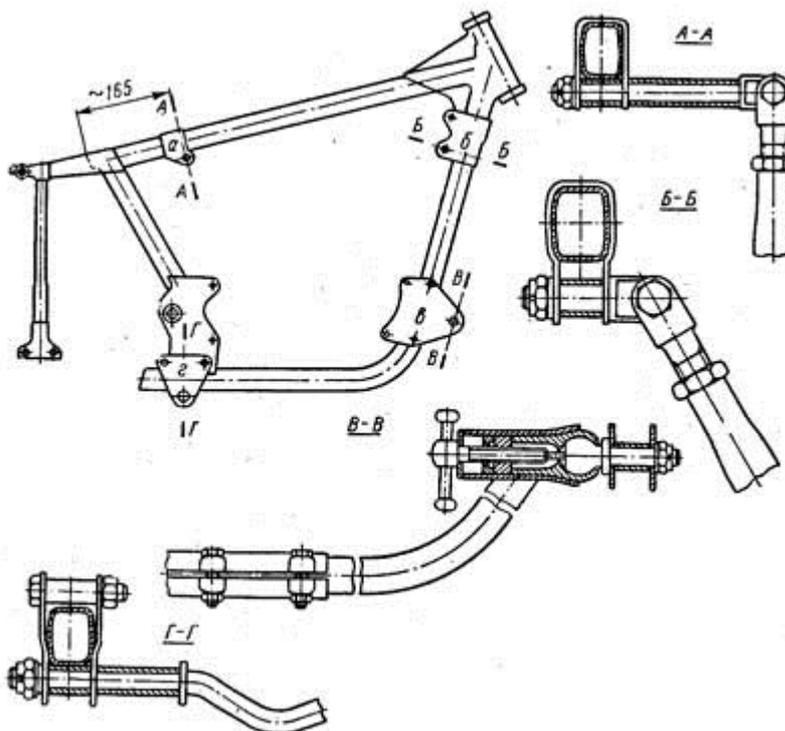

Рис. 75. Элементы крепления коляски и точки их расположения на раме мотоцикла
10. Пользуясь рис. 75, рассортировать распорные втулки, имеющиеся в комплекте крепежа, соответственно деталям крепления.
Коляска "Велорекс" прикрепляется к раме мотоцикла в четырех точках а, б, в, а (рис. 75). Крепежные узлы следует устанавливать только в точках, указанных на рис. 75. Это обеспечит необходимую жесткость всей конструкции и предохранит раму мотоцикла и коляски от деформаций в процессе эксплуатации.
11. Установить крепежные скобы в точках а и б согласно рис. 75. Вставить распорные втулки и пальцы, одеть шайбы, завернуть гайки (гайки нужно только наживить и не шплинтовать).